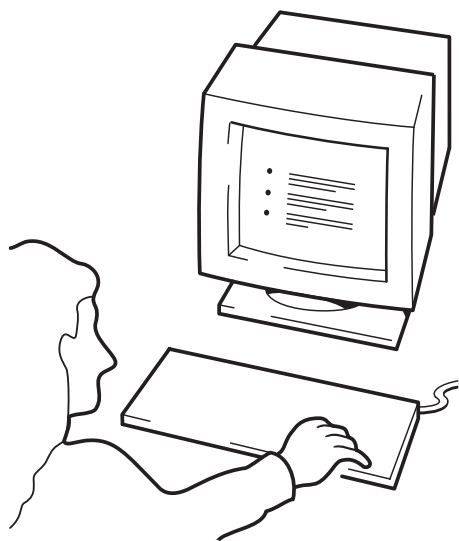

Figura 10c: hp obdr, paso 3
- 3 Siga las instrucciones en pantalla para configurar el sistema operativo. (Véase la figura 10c.) Normalmente puede aceptar todas las respuestas predeterminadas a todas las indicaciones presionando <Intro>.